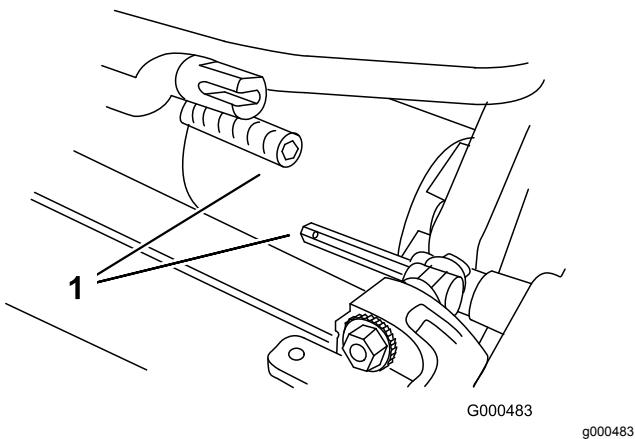

Bild 6
- Schieben Sie die Schneideeinheit unter die Zugmaschine und dann nach links, um die Getriebekupplung einzukuppeln (Bild 6).